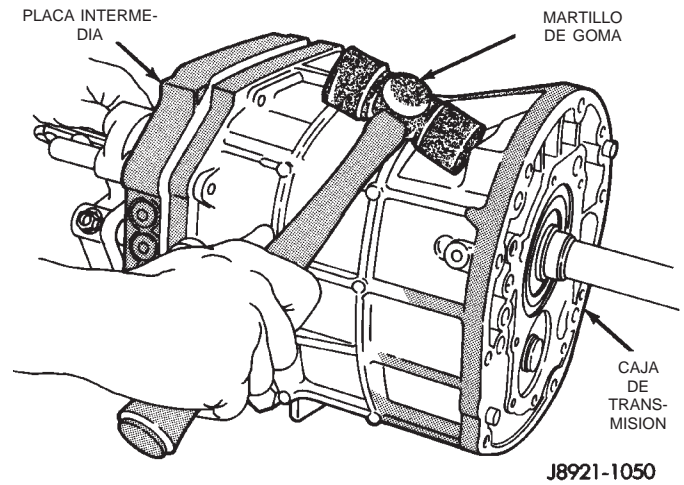

Fig. 34 Separación de la placa intermedia y la caja de transmisión
(23) Separe la placa intermedia y la caja de cambios. Para aflojarlas, golpéelas ligeramente con un martillo de plástico (Fig. 34).